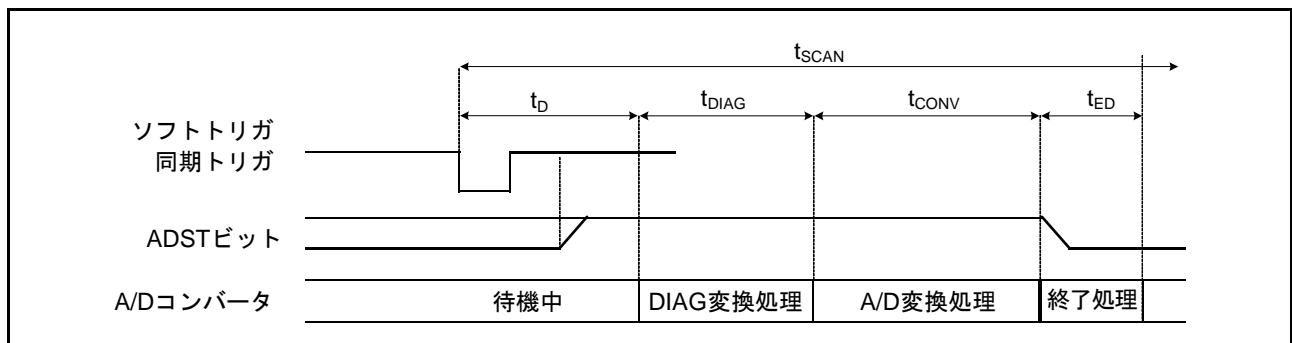
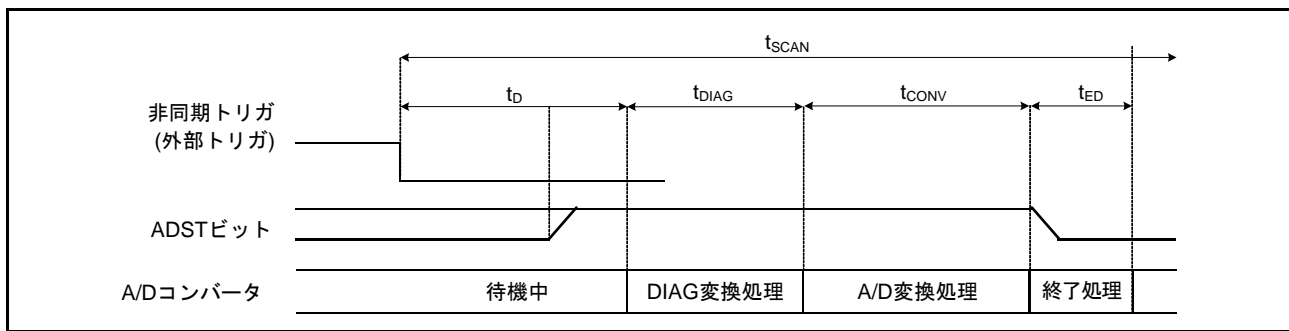

図 35.21 スキャン変換のタイミング (ソフトウェア起動、同期トリガ起動の場合)
図 35.22 スキャン変換のタイミング (非同期トリガ起動の場合)
図 35.21 にシングルスキャンモード、ソフトウェア起動と同期トリガ起動によるスキャン変換を行う場合のタイミングを示します。また、図 35.22 にシングルスキャンモード、非同期トリガ起動によるスキャン変換を行う場合のタイミングを示します。スキャン変換時間 (t_{SCAN}) はスキャン変換開始遅延時間 (t_D)、断線検出アシスト処理時間 (t_{DIS}) (注 1)、自己診断変換時間 (t_{DIAG}) (注 2)、A/D 変換処理時間 (t_{CONV})、スキャン変換終了遅延時間 (t_{ED}) を含めた時間となります。
- 注1. t_D 、 t_{DIAG} 、 t_{CONV} 、 t_{ED} の各タイミングについては図35.21、図35.22を参照してください。